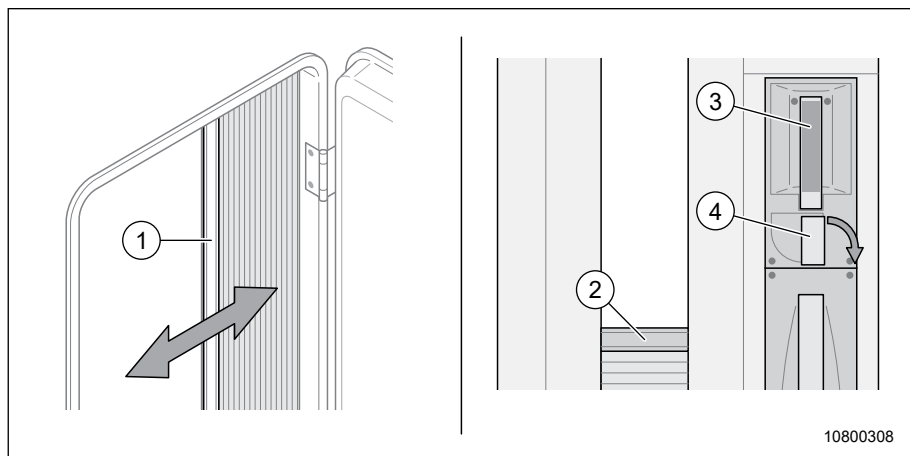

Fig. 41 Intérieur de la portière d'accès
2. Si nécessaire, tourner le verrou tournant (Fig. 41, pos. 4) dans le sens horaire pour verrouiller la portière depuis l'intérieur.
1. Tourner le verrou tournant (Fig. 41, pos. 4) dans le sens anti-horaire. Le verrouillage est déverrouillé.
2. Tirer sur la poignée de déverrouillage (Fig. 41, pos. 3). La portière s'ouvre automatiquement.
1. Tirer sur la poignée de déverrouillage (Fig. 41, pos. 3). Le verrou tournant est ouvert.
2. Tirer de nouveau sur la poignée de déverrouillage (Fig. 41, pos. 3). La portière s'ouvre.
1. À l'aide de la poignée, tirer le store occultant (Fig. 41, pos. 2) vers le haut ou vers le bas.
1. À l'aide de la poignée, tirer la moustiquaire (Fig. 41, pos. 1) vers la droite ou vers la gauche.